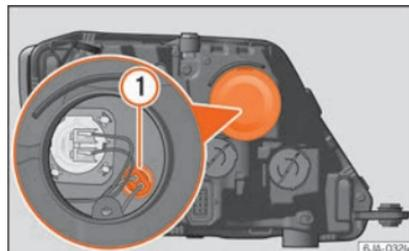

Fig. 90 Cambio de lámpara para la luz de posición.
- Quite la tapa protectora »» fig. 90.
- Extraiga el portalámparas »» fig. 90 ① tirando hacia afuera.